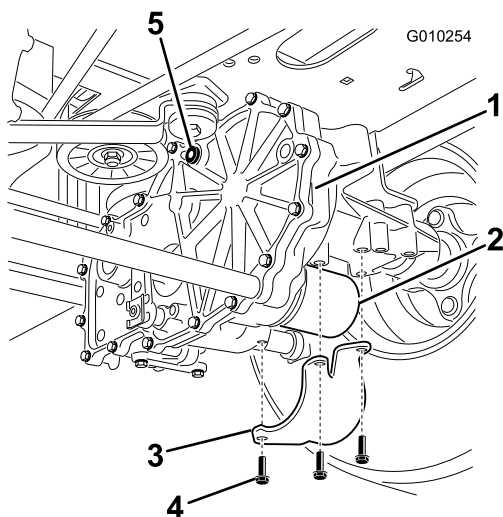

Bild 59
2. Ermitteln Sie den Filter und die Schutzvorrichtungen an jedem Getriebe (Bild 59). Entfernen Sie die drei Schrauben, mit denen die Filterschutzvorrichtung und die Schutzvorrichtung befestigt sind.